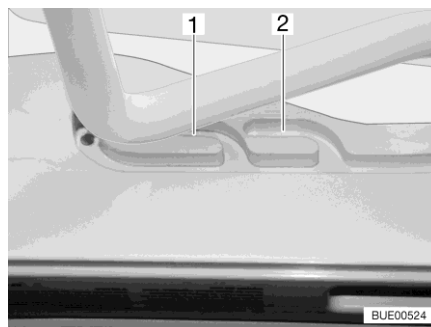
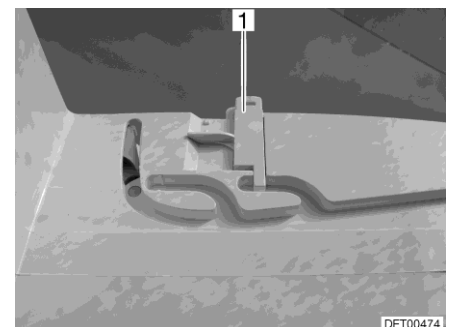

Fig. 23 Guía (posición de ventilación)
Fig. 24 Bloqueo (posición de ventilación)
La claraboya Heki se puede colocar en dos posiciones de ventilación: Posición de mal tiempo (Fig. 23,1) y posición mediana (Fig. 23,2). Según el modelo, la claraboya podrá ser bloqueada en la posición central con los dos pestillos (Fig. 24,1) a la izquierda y la derecha en el marco de la claraboya.
- Presionar el estribo ligeramente hacia arriba y empujarlo en la guía seleccionada (Fig. 23,1 ó 2) y, si fuera necesario, bloquearlo.